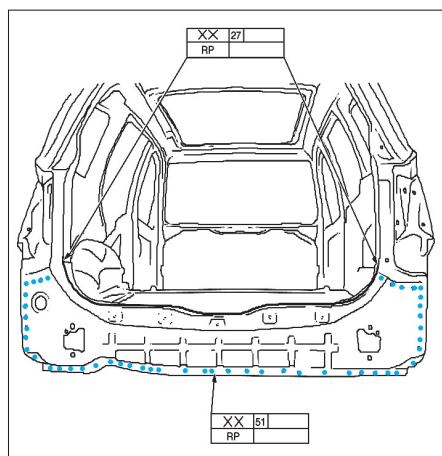

FIG. 112
- Ajuster le panneau extérieur et le souder par point (fig. 112).